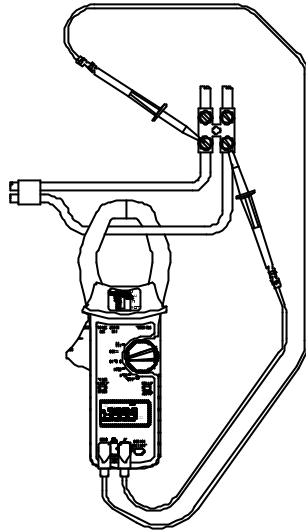

Fig. 4
- Appuyer sur la poignée pour ouvrir les mâchoires puis placer la pince autour du conducteur de courant, comme illustré dans la Fig. 4.
- Lorsqu'il est configuré pour mesurer la puissance (Fig. 4) avec les câbles de tension connectés et la pince autour du conducteur, l'instrument affiche la fréquence de la source de courant (si ARMS >10A). Si la ARMS < 10,0A, une mesure de la fréquence de tension est effectuée (si VRMS > 10V) ; autrement, ---.- est affiché.